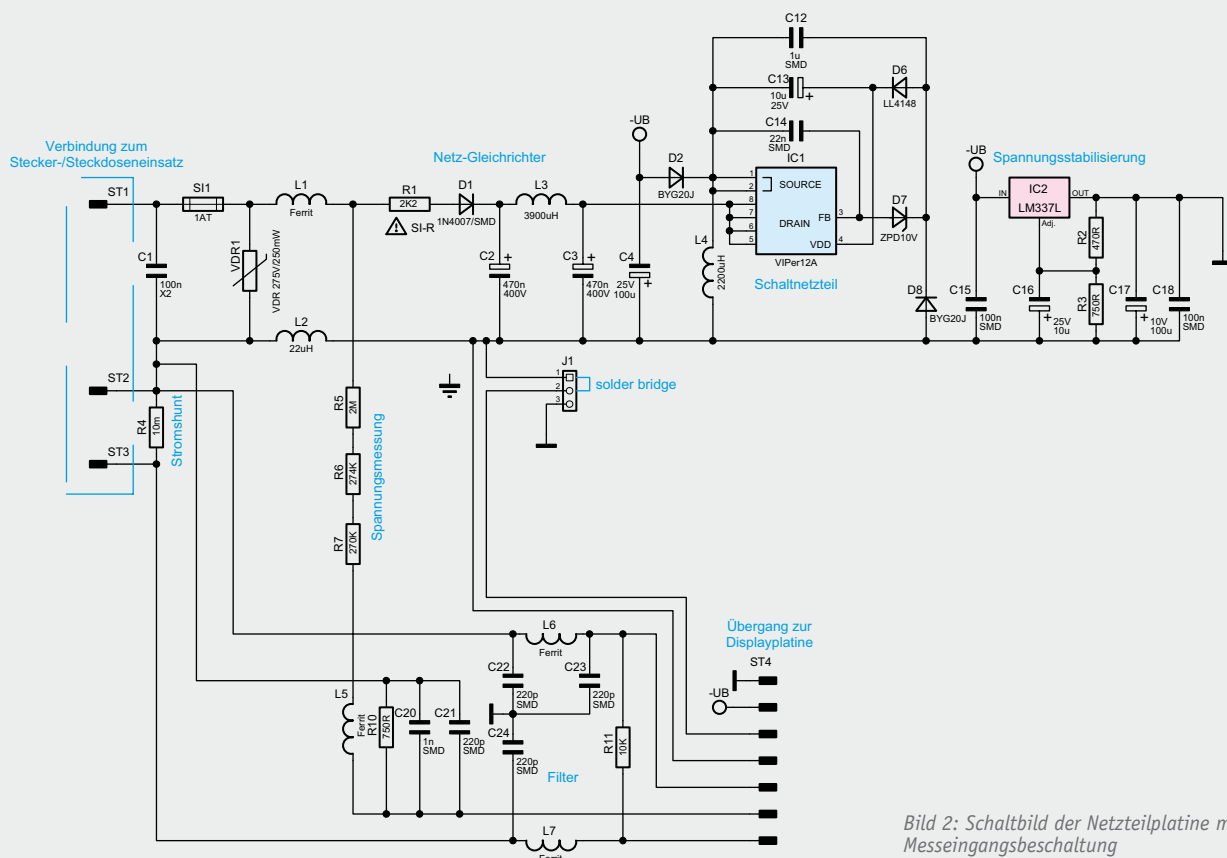
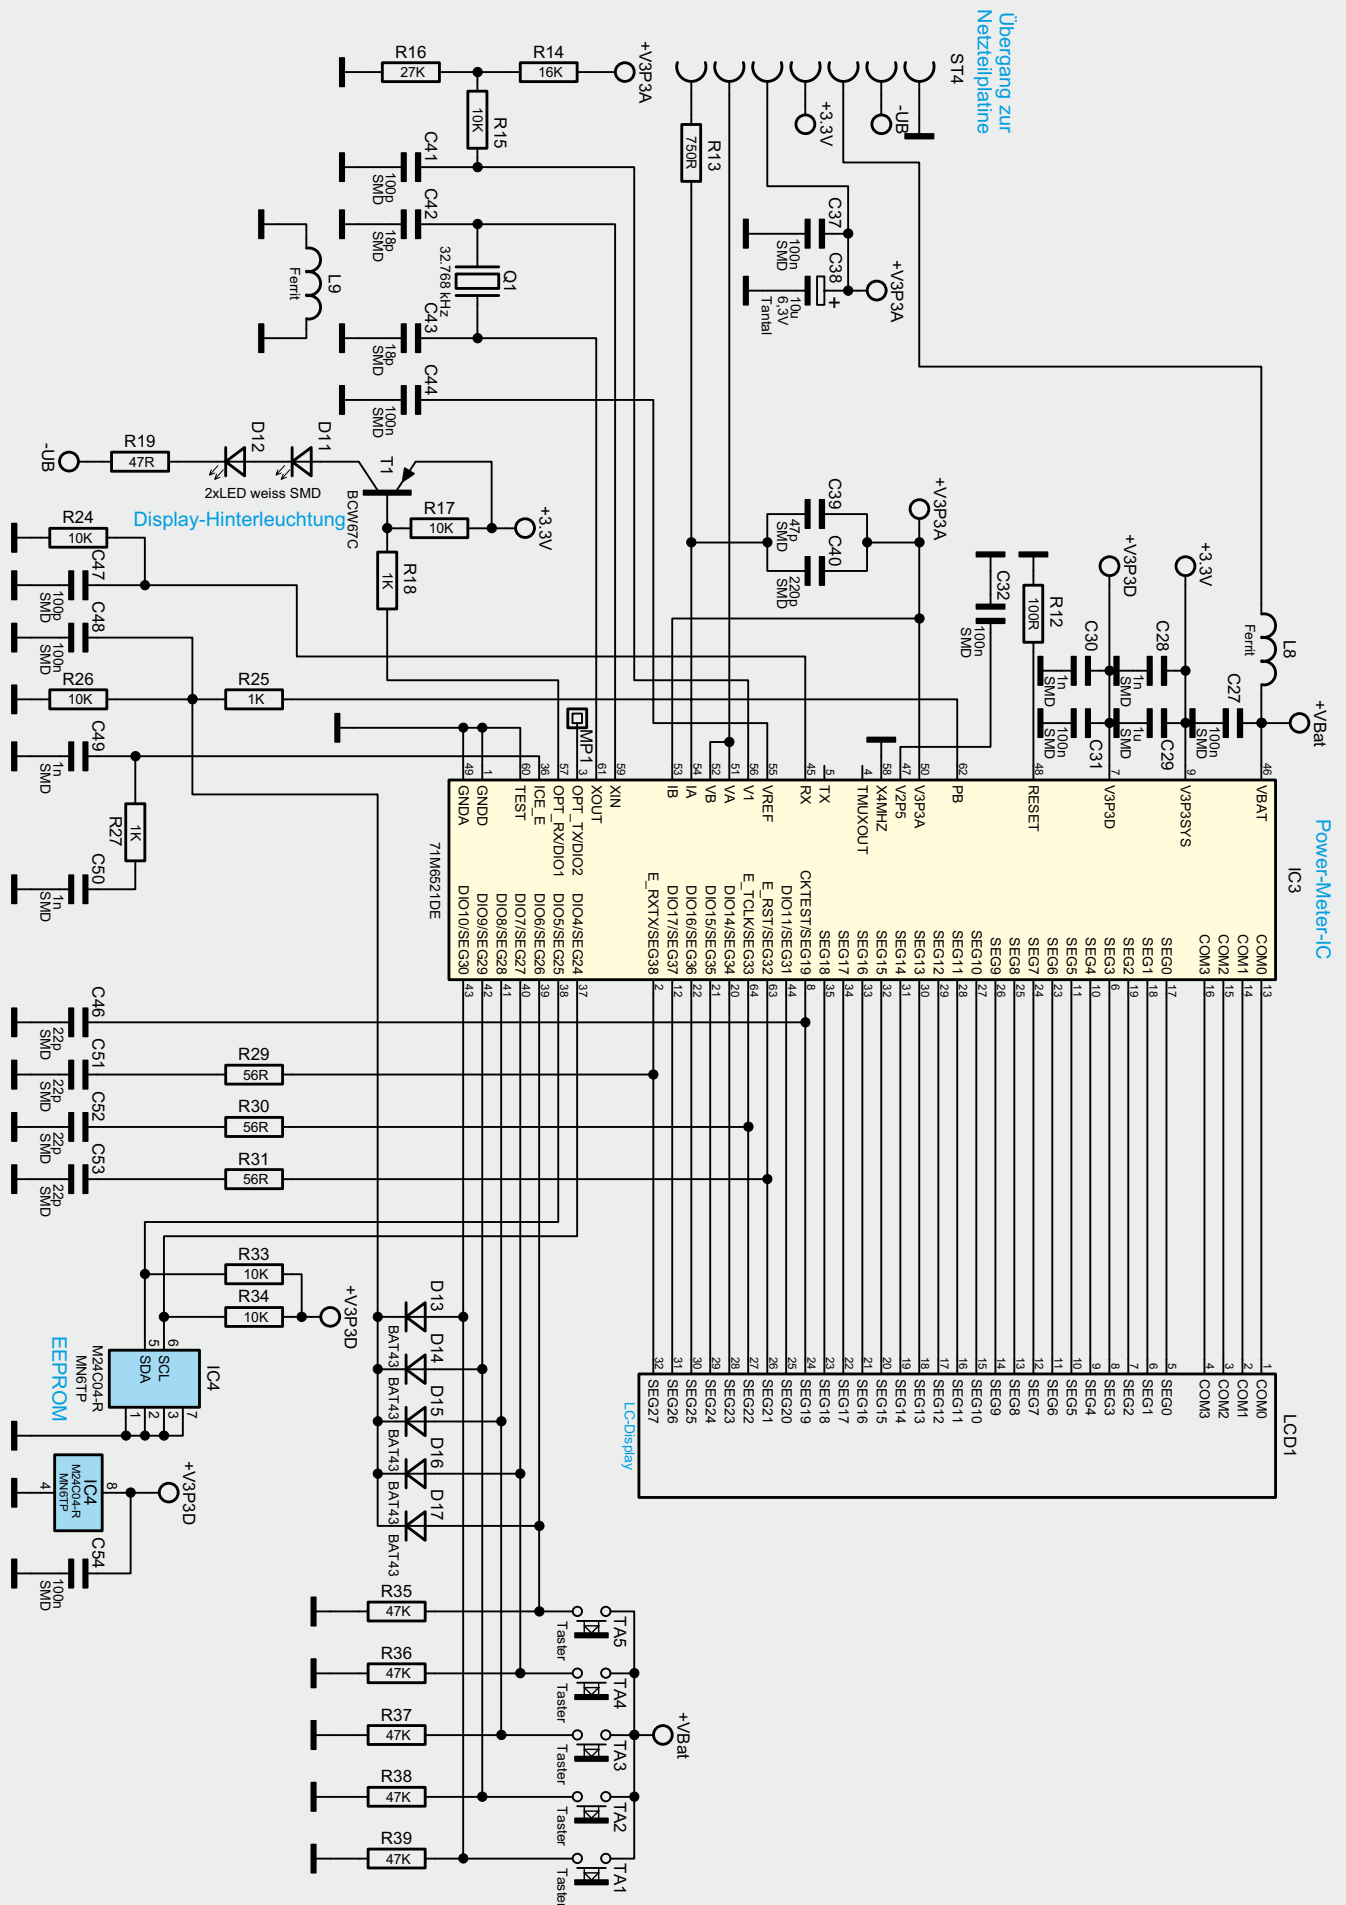

Bild 2: Schaltbild der Netzteilplatine mit Messeingangsbeschaltung
Bild 3: Hauptschaltbild mit Energie-Messchip und LC-Display
Entsprechend der im Gerät vorhandenen Leiterplatten ist das Gesamtschaltbild des Anzeigergerätes in zwei Teilschaltbilder (Bild 2 und 3) aufgeteilt und das dritte Schaltbild (Bild 4) zeigt die einfache Verschaltung der Stecker-Steckdosen-Einheit.
Die Erfassung der Messwerte (Netzspannung und Laststrom) ist zusammen mit einem effizienten Schaltnetzteil in Bild 2 zu sehen, und Bild 3 zeigt das komplexe „Power-Meter-IC“ mit zugehöriger Peripherie, die Bedienelemente und das LC-Display.
Betrachten wir zuerst die Messwerterfassung und Spannungsversorgung in Bild 2, wo die 230-V-Netz-Wechselspannung über ST1 und ST3 (Stecker der Stecker-Steckdosen-Einheit beim Energy Master Expert II) zugeführt wird. Zum besseren Verständnis sind die Netzanschlüsse zwar mit Leiter (L) und Neutralleiter (N) beschriftet, wobei die tatsächliche Polarität aber keine Rolle spielt. Um für die Beschreibung eine eindeutige Zuordnung zu erhalten, gehen wir von der im Schaltbild angegebenen Polarität aus. Der Neutralleiteranschluss des 230-V-Wechselstromnetzes ist direkt mit dem entsprechenden Neutralleiteranschluss des Verbrauchers verbunden und in der Leitung des Leiters befindet sich der Stromshunt R4. Der Be-
Zur Versorgung des Power-Meter-ICs und aller weiteren Stufen liefert der Ausgang des sehr präzisen Negativ-Spannungsreglers (IC2) stabilisiert -3,3 V, wobei der Ausgang in dieser etwas ungewöhnlichen Schaltung Massepotential entspricht. Am Ausgang dient C17 zur Pufferung und C18 zur hochfrequenten Störunterdrückung. Über den Steckverbinder ST4 gelangt die vom Netzteil gelieferte Spannung zum Power-Meter-IC in Bild 3.
Direkt an den Versorgungspins von IC3 in Bild 3 verhindern Staffelblockungen (C27 bis C29) hochfrequente Störeinflüsse, wobei über einen chipinternen Schalter entweder die an Pin 9 anliegende Spannung
Bei sehr genauen Messungen im Netzspannungsbereich hat man grundsätzlich mit Störungen zu „kämpfen“, die dem Netz überlagert sind. Entsprechend aufwändig und umfangreich sind die erforderlichen Entstörmaßnahmen und Filter, und auch hinsichtlich EMV sind mehr Maßnahmen erforderlich als bei vielen anderen Schaltungen. Hochfrequente Störeinflüsse werden zum einen durch „Staffelblockungen“ an den entsprechenden Versorgungsanschlüssen verhindert und zum anderen durch Filter-Maßnahmen im Bereich der Messeingänge in Bild 2.
Bild 2: Für die Erstellung von Farbverläufen muss man nicht unbedingt einen Farbverlauf selbst zusammenstellen, ein Farbverlaufsgenerator kann dies auf einfache Weise erledigen.
Hier können auch Farbverläufe automatisch und damit sehr einfach erzeugt werden (Bild 2). Dabei sind der Startpunkt im Koordinatensystem des Würfels, an dem der jeweilige Wechsel beginnen soll, die Anzahl der Bilder je Durchlauf der Farbskala, Farbsättigung und Helligkeit einzugeben. Wahlweise kann die normale Farbreihenfolge auch invertiert werden.